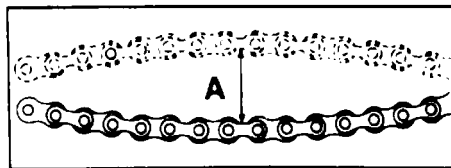

Fig. 20
- Controllare che nel ramo inferiore della catena l'oscillazione verticale, nel punto intermedio tra pignone e corona, sia di circa 30 mm (Fig. 20).